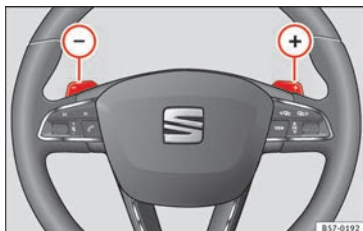

Fig. 200 Volante: palancas para cambio automático.
- Pulse la leva de cambio **+** para insertar una marcha superior **»» fig. 200.**